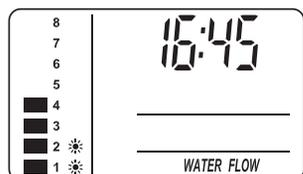

FIG. 23
2. Une échelle graduée de 0 à 4, 5 ou 8 selon le modèle (voir la figure 23) se trouve sur le puits à saumure, à l'intérieur du bac à sel. Vérifiez quel niveau a atteint le sel ou le niveau dont il se rapproche.
3. Appuyez sur le bouton RÉGLER LE NIVEAU DE SEL autant de fois que nécessaire pour que le niveau de sel affiché par des traits (voir la figure 23) corresponde au nombre indiqué sur le puits à saumure. Si le sel atteint le niveau 2 ou moins, le voyant de sel insuffisant clignotera.